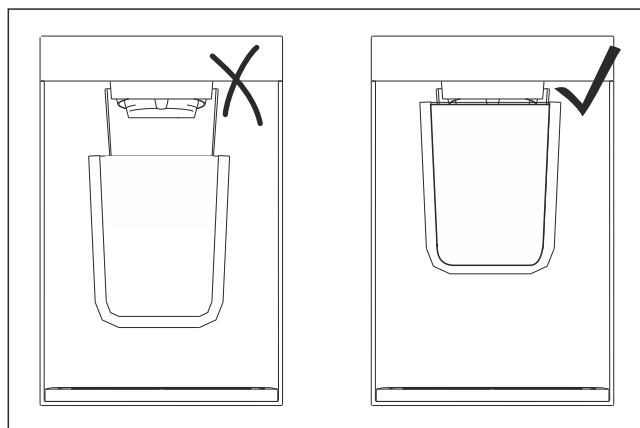

Fig. 103 Immagine a titolo di esempio
- ▶ Tenere il recipiente più vicino possibile all'apertura di erogazione. (vedere Fig. 103)